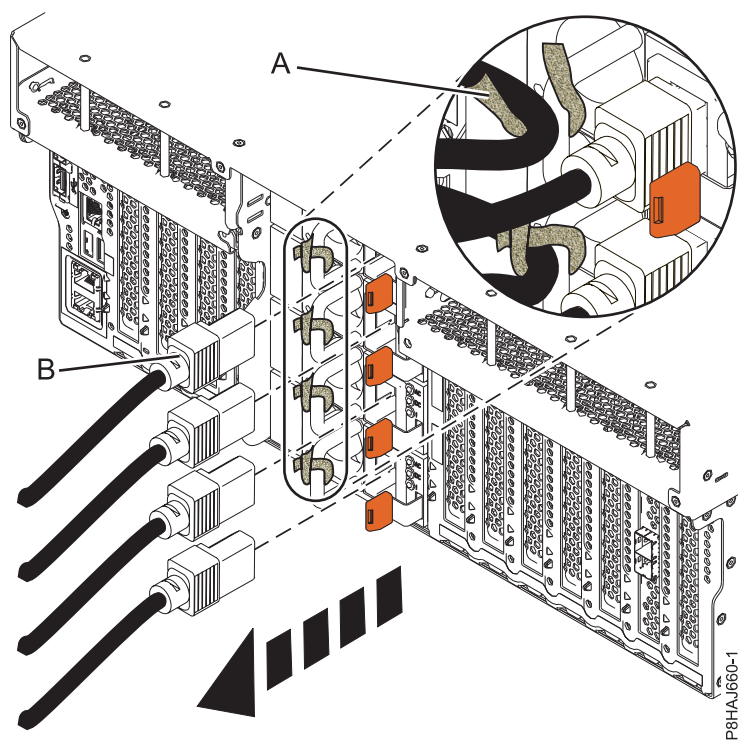
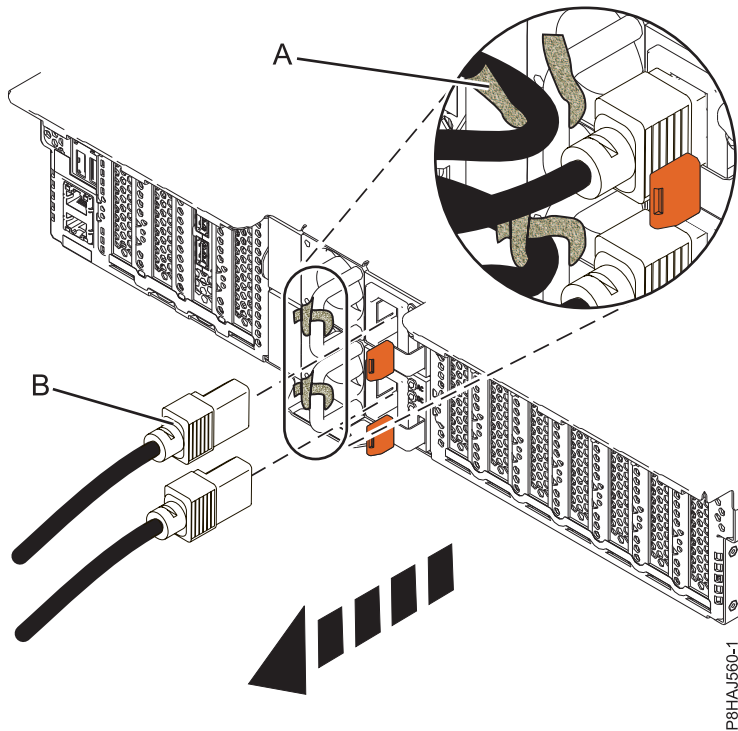
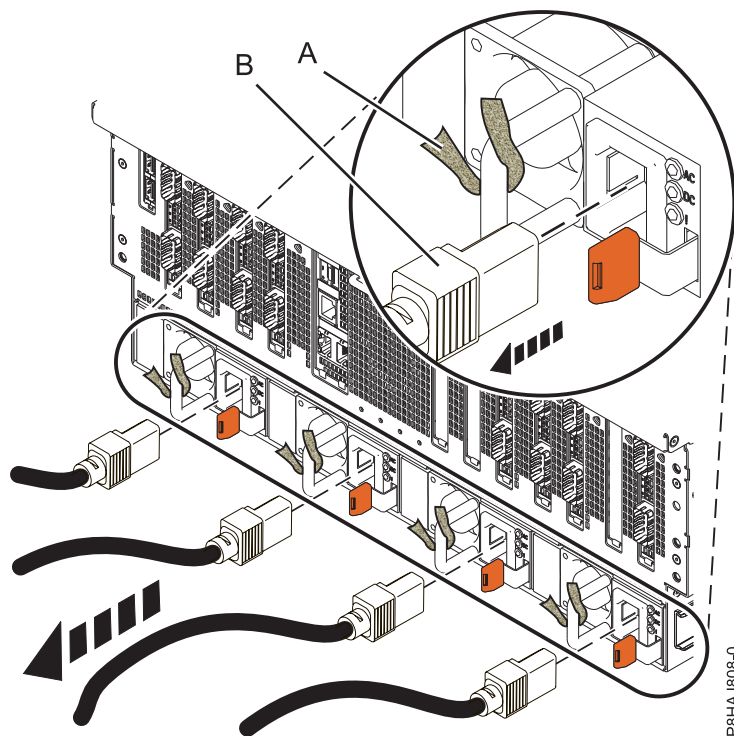

Figura 34. Remover os cabos de alimentação de um sistema 8247-42L, 8286-41A ou 8286-42A
Figura 35. Remover os cabos de alimentação de um sistema 5148-21L, 5148-22L, 8247-21L, 8247-22L, 8284-21A ou 8284-22A
Figura 36. Remover os cabos de alimentação de um sistema 8408-44E ou 8408-E8E
3. Desligue os cabos de alimentação (**B**) da unidade de sistema. Consulte Figura 34 na página 48, Figura 35 na página 48 ou Figura 36 na página 49, dependendo do tipo do sistema.